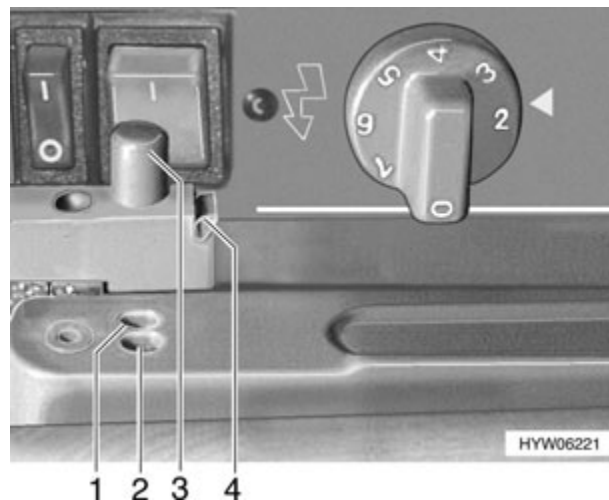

Fig. 155 Bloqueo de la puerta del frigorífico (variante 1)
- Soltar el pestillo ejerciendo lateralmente presión sobre la cuña verde (Fig. 155,4) de retención. El perno de cierre (Fig. 155,3) salta hacia fuera.
- Empujar el perno de cierre (Fig. 155,3) hacia dentro de manera que quede enclavado en la posición exterior de trinquete (Fig. 155,2).
- Empujar el perno de cierre (Fig. 155,3) hacia dentro de manera que quede enclavado en la posición interior de trinquete (Fig. 155,1). De este modo, la puerta del frigorífico quedará ligeramente abierta.